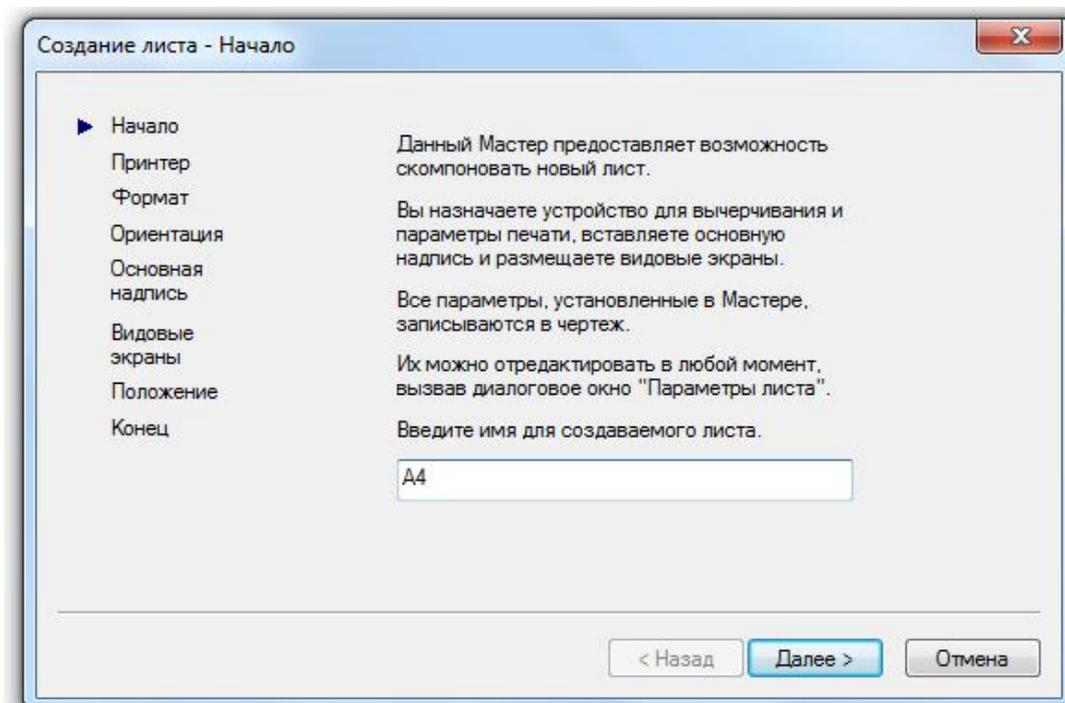

Рис. 70. Окно **Создание листа - Начало**
2. Создать новый лист с помощью команд **Сервис** → **Мастеры** → **Компоновка листа...** В открывшемся окне **Создание листа – Начало** (рис. 70) ответить на запросы программы: